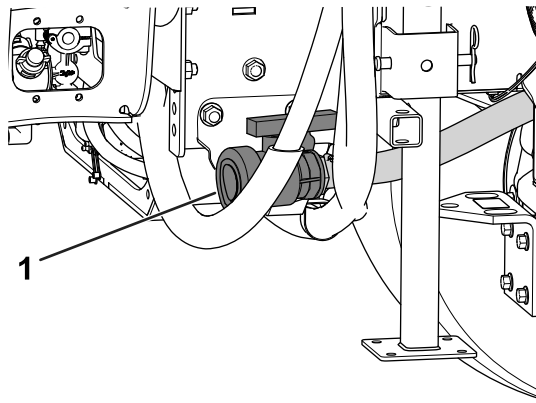

Figure 85
2. Trouvez l'emplacement du robinet de vidange de la cuve du côté droit de la machine (Figure 85).